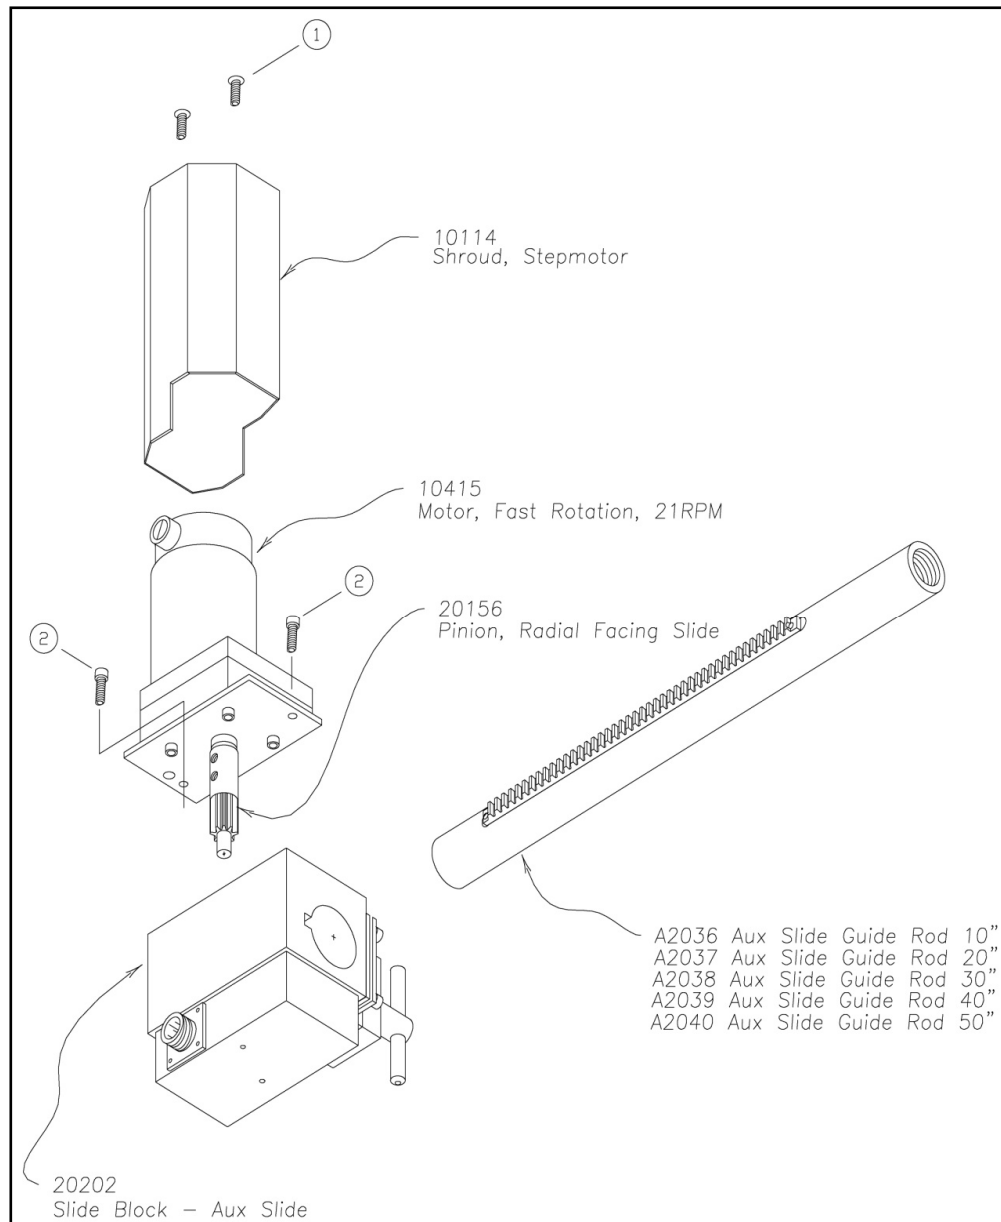

Рис. 18. Снятие узла регулировки шага
Вспомогательный механизм регулировки шага легко снимается со стержня направляющей вспомогательного подвижного механизма. Для этого нужно правильно выполнить предложенную процедуру. (См. рис. 18)
2. Снимите корпус с двигателя привода регулировки шага (выноска №1 , рис. 18).
4. Снимите два винта с шестигранным углублением в головке, крепящих стальную пластину на главном блоке. (Выноска 2, рис. 18) Не снимайте стальную пластину с двигателя регулировки шага.